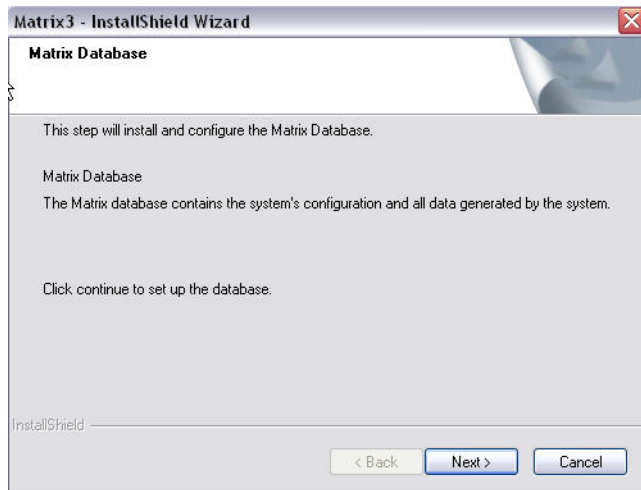

FIG. 8
9. Cuando aparece la pantalla de Configuración de la base de datos de Matrix (Fig. 8), seleccione SIGUIENTE para comenzar la configuración de la base de datos.